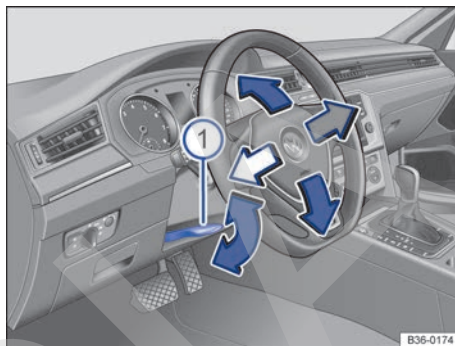

Fig. 100 Debajo del volante, en el guarnecido de la columna de dirección: palanca para el ajuste manual de la posición del volante.
- Tire hacia abajo de la palanca → fig. 100 ①.
- Después del ajuste, presione siempre la palanca → **fig. 100** **①** firmemente hacia arriba para que no se modifique la posición del volante accidentalmente durante la marcha.